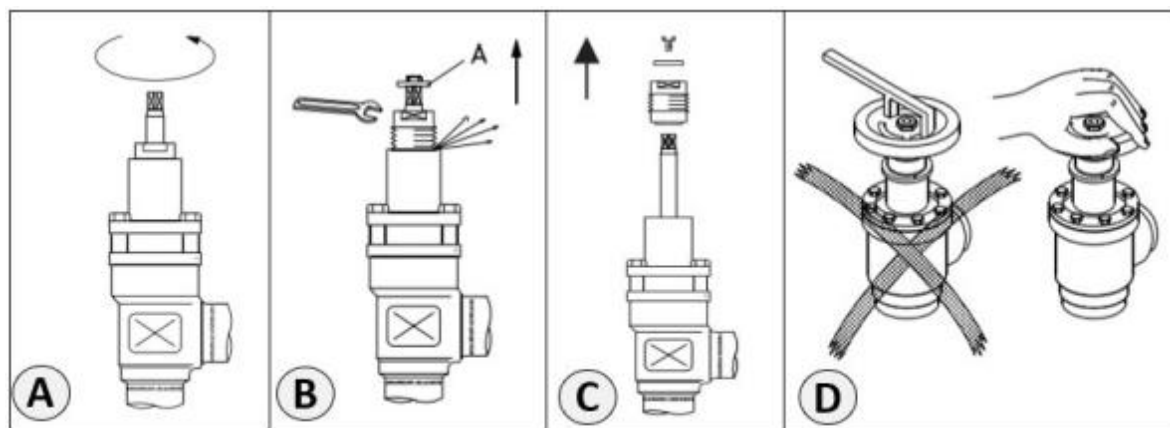

Рис. 4 – Техническое обслуживание
- Для начала необходимо вывернуть шток запорного органа до полного открытия клапана (рис. 4А).
- В некоторых случаях за сальником может возникнуть избыточное давление. Для выравнивания (сброса) давления необходимо закрепить шток запорного органа (маховик) в неподвижном состоянии и медленно откручивать сальниковое уплотнение при помощи ключа (рис. 4В)
- После сброса давления можно снять маховик (если он имеется) и сальник (рис. 4С).